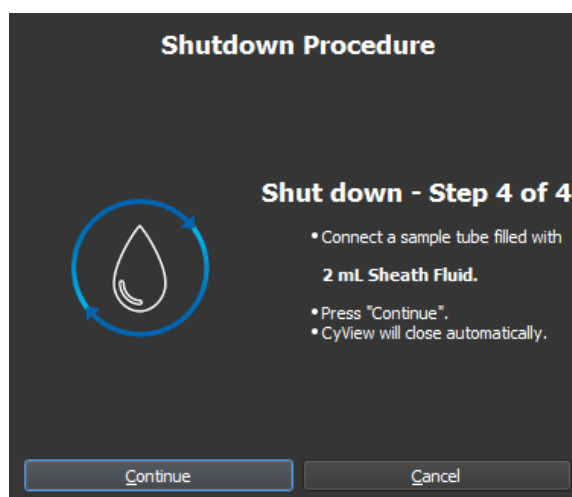

Abbildung 32. Schritte des Prime Programms Die Software schaltet sich automatisch ab, sobald der Vorgang abgeschlossen ist. Sie können den PC nun herunterfahren
9. Folgen Sie den Anweisungen durch das Shutdown-Programm, siehe Abbildung 32. Nach Abschluss des Geräts schließt sich die CyView™ Software automatisch.